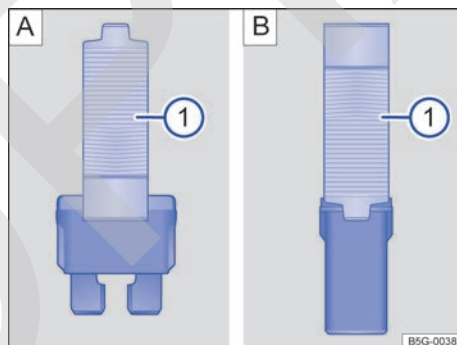

Fig. 240 Extraer o colocar el fusible con las pinzas de plástico: **A** Fusible enchufable plano. **B** Fusible tipo bloque.
- Dado el caso, retire las pinzas de plástico → fig. 240 ① situadas en la cubierta de la caja de fusibles correspondiente.
- En función del tipo de fusible, desplace las pinzas correspondientes → fig. 240 [A] ① o → fig. 240 [B] ① lateralmente sobre el fusible.
- Si el fusible se ha fundido, sustitúyalo por uno nuevo del *mismo* amperaje (de igual color y grabado) y del *mismo* tamaño → ①.